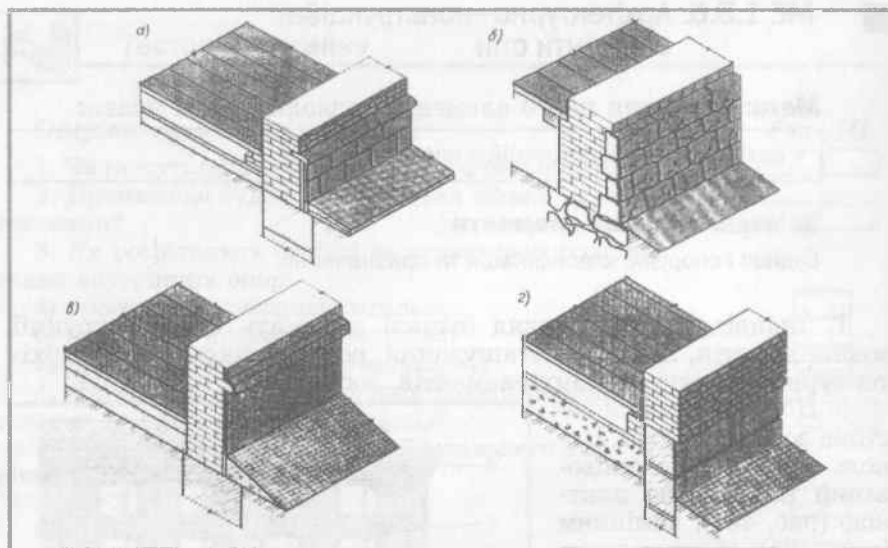

Рис. 43
2. *Цоколь* – нижня частина зовнішніх стін. Цоколь може бути облицьований керамічною плиткою (рис. 43а); камінням (рис. 43б); обштукатурений цементним розчином (рис. 43в).
Нижня частина стін може бути викладена з великих збірних бетонних блоків, а верхня – з цегли. Такий своєрідний цоколь називається у будівництві «підрізним» (рис. 43г).